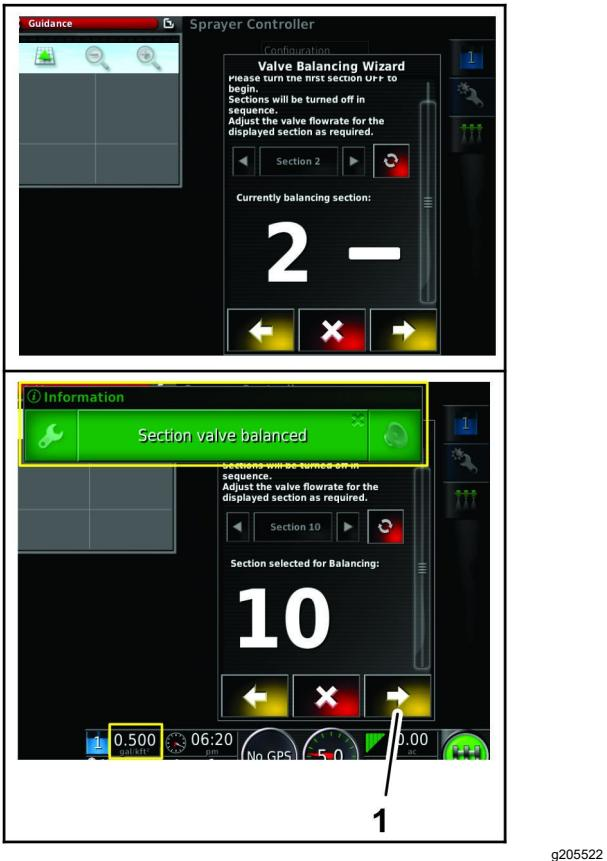

Рисунок 59
6. Повторите пункты с 4 по 5 для клапанов секций с 2 по 10 (Рисунок 59).
7. Когда все клапаны секций будут сбалансированы, нажмите стрелку «Далее» (Рисунок 59).